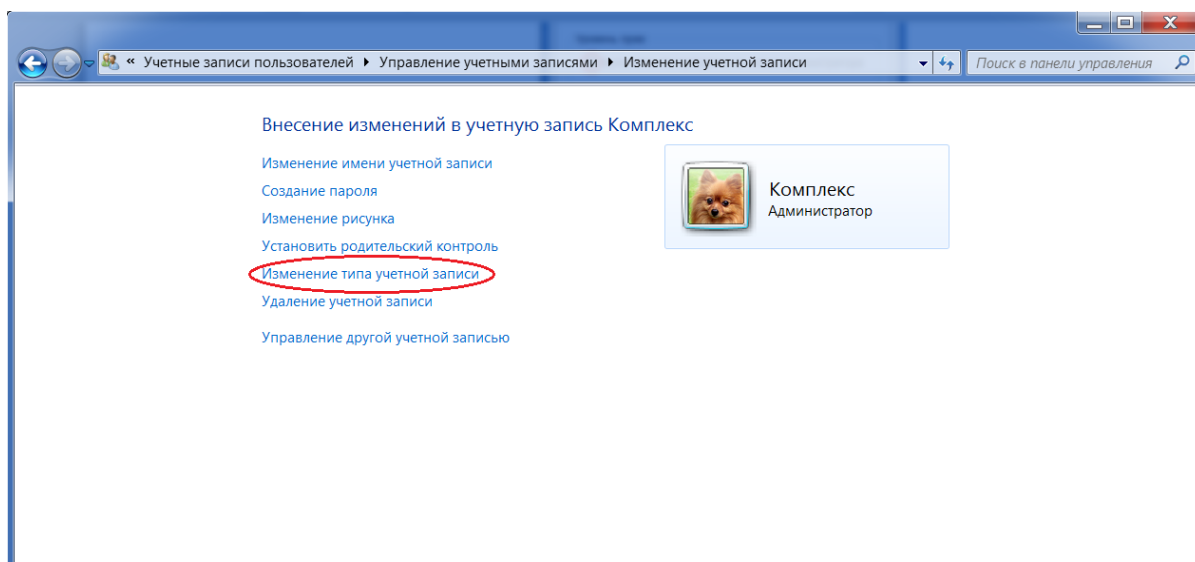

Рисунок A18.
9.1 Открыть компонент Панель управления\Учетные записи пользователей и семейная безопасность\Учетные записи пользователей\Управление учетными записями\Изменение учетной записи (см. рисунок A18).